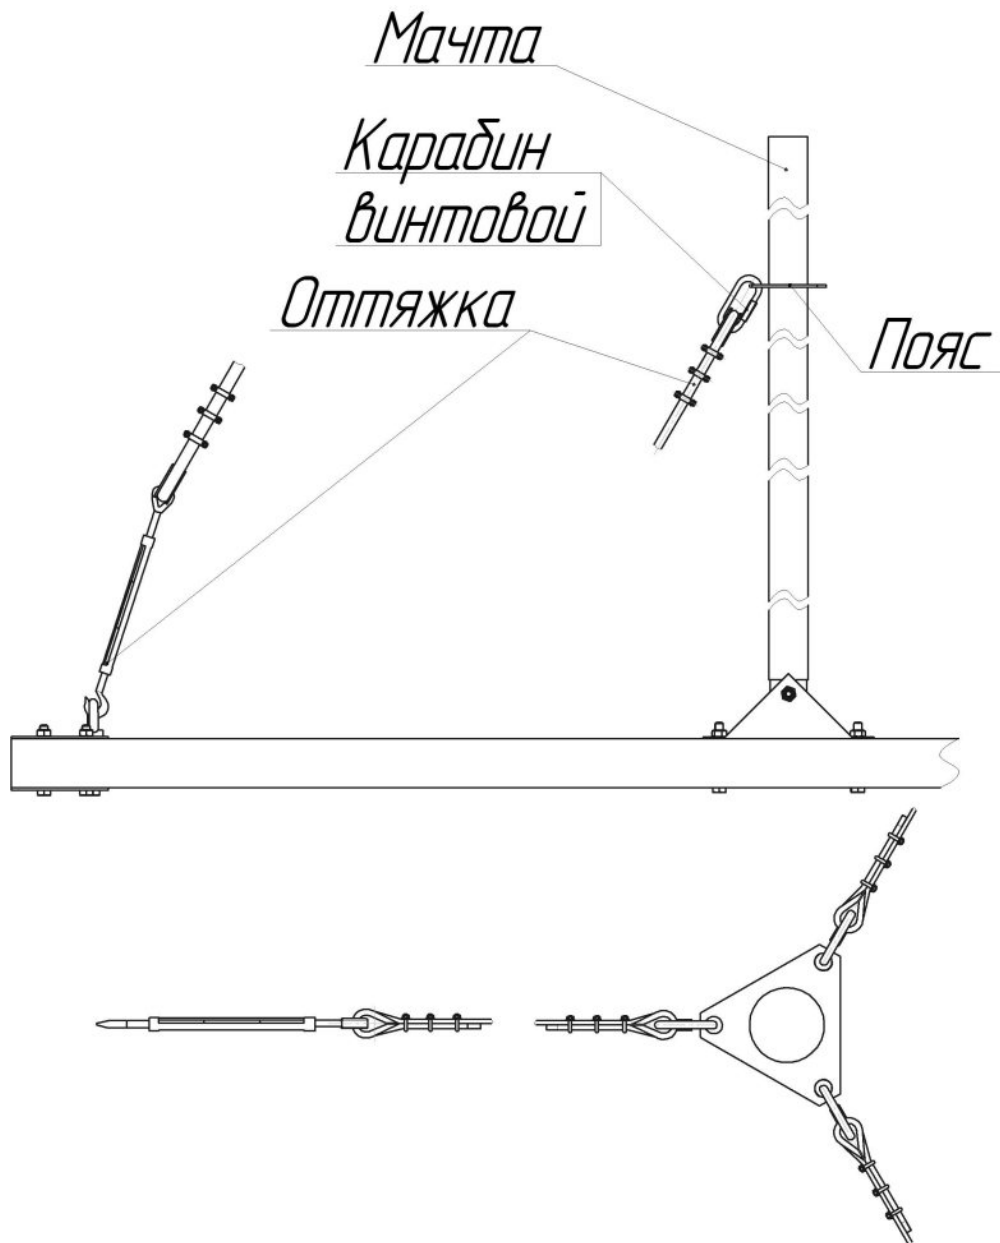

Рисунок 5 – Крепление оттяжек
4.5 В состав Комплекта входят три оттяжки. Конструкция оттяжки представлена на рисунке 6. Оттяжка состоит из троса $\varnothing 4$ мм, талрепа, винтового карабина. Один конец оттяжки соединяется с поясом при помощи винтового карабина - другой крепится к рым-гайке с помощью талрепа (рисунок 5).
7.1.12 Закрепить оттяжки на поясе с помощью винтовых карабинов (рисунок 5).
7.1.16 Закрепить свободный талреп за проушину соответствующей рым-гайки. (Рисунок 5).